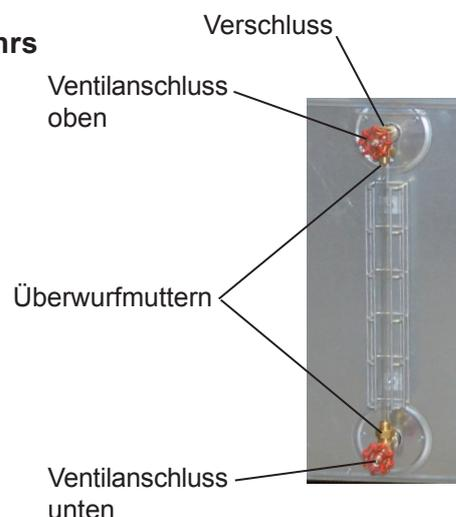

Abb. 3: Montage des Füllstandsanzeigerohrs
- Lösen Sie den Verschluss am oberen Ventil (Abb. 3, links).